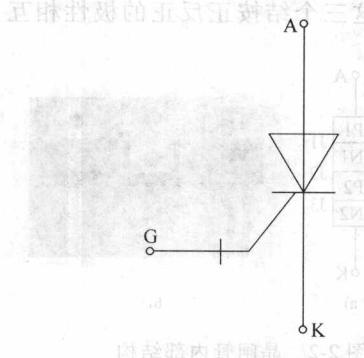
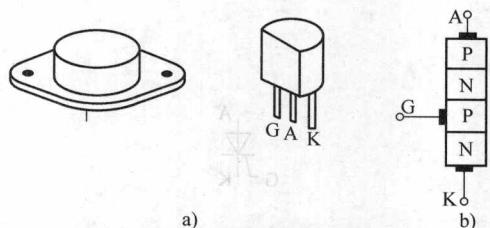

图 2-5 GTO 晶闸管电路图形符号
图 2-6 GTO 晶闸管内部结构
(1) 门极关断晶闸管: 门极关断晶闸管又称门控晶闸管, 简称 GTO 晶闸管 ( Gate Turn-off Thyristor ), 其主要特点是: 当门极加负向触发信号时, GTO 晶闸管能自行关断。GTO 晶闸管的电路图形符号如图 2-5 所示, 它也属于 PNPN 四层三端器件, 其结构与普通晶闸管相似 ( 内部结构见图 2-6 )。大功率 GTO 晶闸管一般制成模块形式。